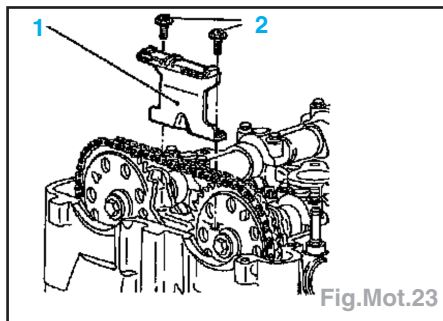

Fig.Mot.23
- le rail (1) et les vis (2) (Fig.Mot.23)
- le rail (1) et les vis (2) (Fig.Mot.23).